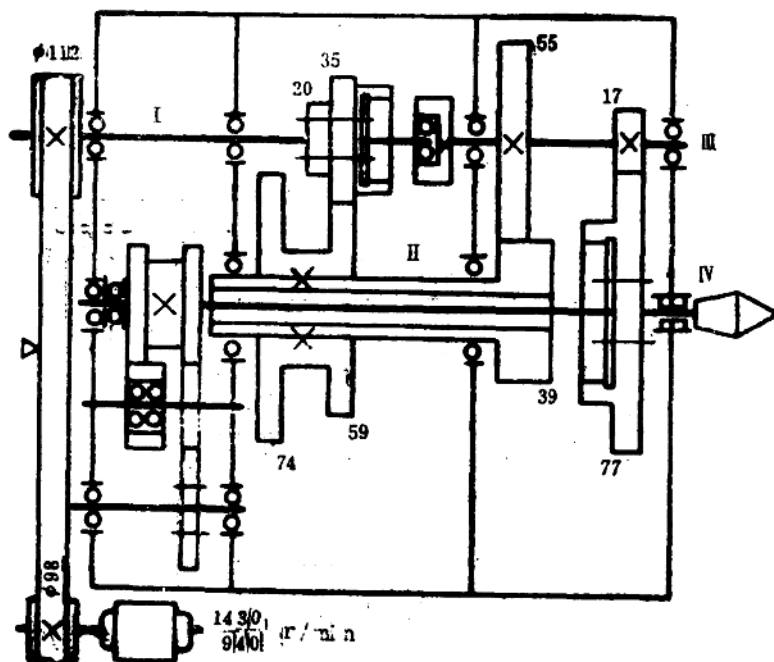

图 4 C 6228机床主传动系统图
18. 按图4机床的主传动系统图, 求出其主轴转速级数及各级转速, 分析其传动链的特点。